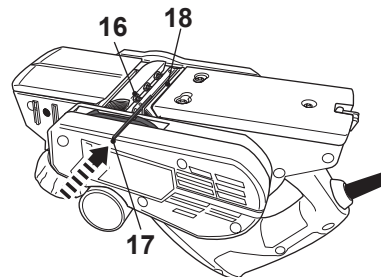

Fig. 17
- > Glissez la lame [17] entre l'élément de fixation de la lame [20] et le rouleau [18] (Fig. 17). Assurez-vous que l'orientation de la lame est correcte et qu'elle est positionnée au centre.